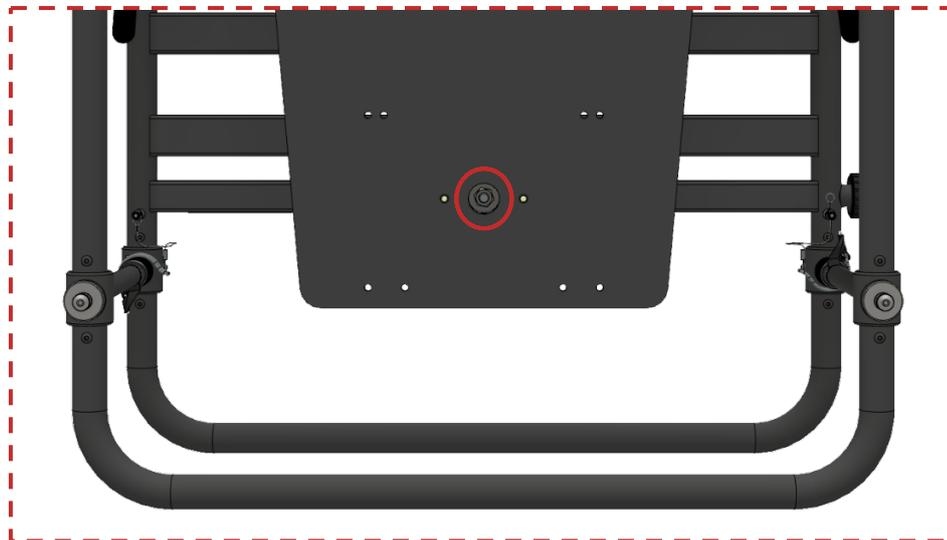

Abbildung 27 Mutter auf der mittleren Oberseite, die mit rotem Wachs versiegelt ist
- Auf die drei Schrauben und Muttern auf den beiden obigen Bildern (Abbildung 26 und Abbildung 27) ist rotes Siegelwachs aufgetragen, um sicherzustellen, dass die Muttern immer in derselben Position sind und niemand versucht sie festzuziehen oder zu lösen.
Bis auf die drei im vorigen Abschnitt beschriebenen Muttern (siehe Abbildung 26 und Abbildung 27) kontrollieren Sie bitte mit entsprechendem Werkzeug, dass alle anderen Schrauben fest angezogen sind.